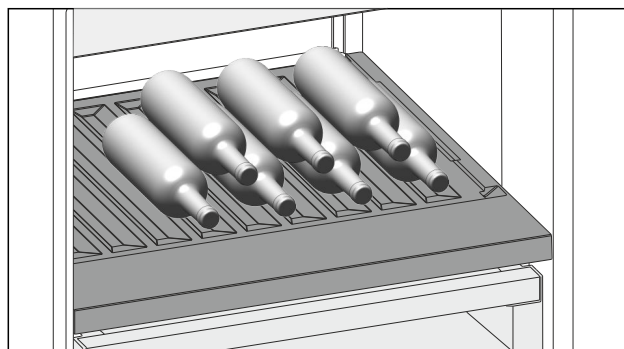

Fig. 114
- ▶ Láhve ukládejte dnem dozadu k zadní stěně. (viz Fig. 114)